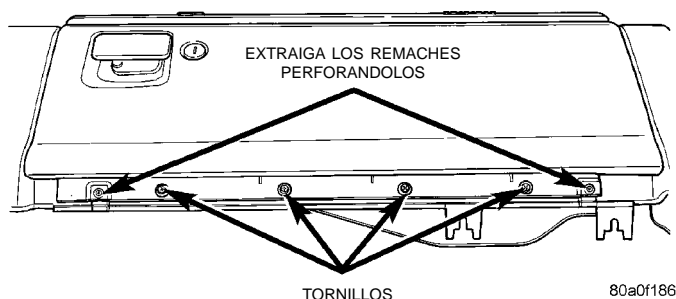

Fig. 17 Desmontaje/instalación de la guantera
(1) Desconecte y aisle el cable negativo de la batería.
(2) Extraiga perforándolos los dos remaches que aseguran la bisagra de la guantera al módulo de la guantera (Fig. 17).